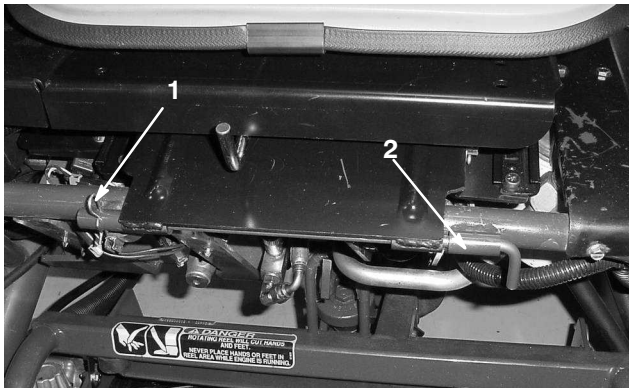

Figure 40
3. Abaissez le siège et retirez la goupille fendue qui fixe l'axe de pivot du siège au bâti (Fig. 40).